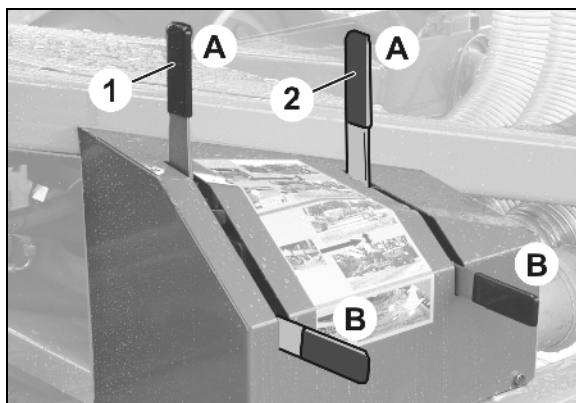

Bild 107
1. Ställ in hydraulmanöverspaken (Bild 107)